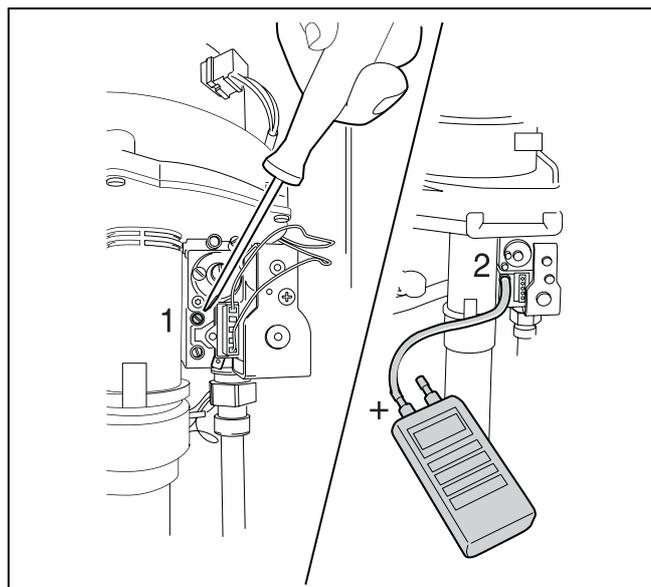

Fig. 29 Misurazione e messa punto del rapporto gas-aria
- Svitare la vite del nipplo di misurazione superiore (il nipplo di misurazione della pressione del bruciatore) facendole compiere due giri (fig. 29, pos. 1).
- Collegare al nipplo di misurazione della pressione del bruciatore il contatto positivo (+) del misuratore di pressione mediante un tubo (fig. 29, pos. 2).